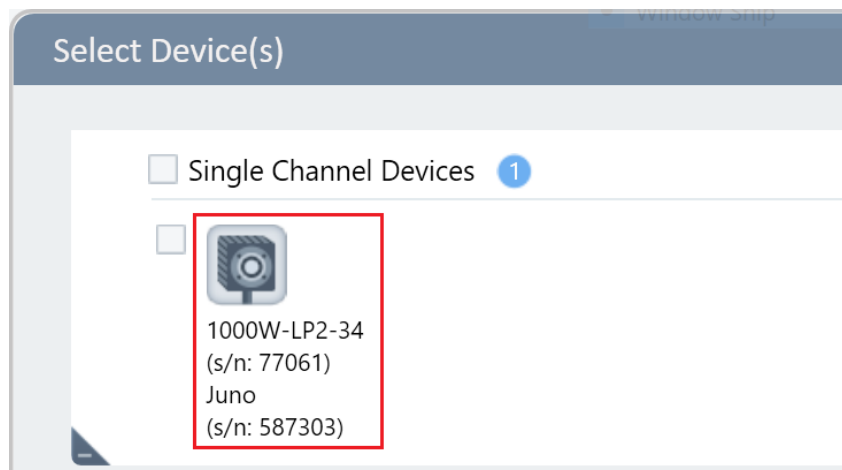

Abbildung 108: Fehlerfreie StarLab Geräteauswahl
2. Installieren Sie StarLab und verbinden es mit dem Gerät. Es sollten keine Fehler gezeigt werden (Abbildung 108).